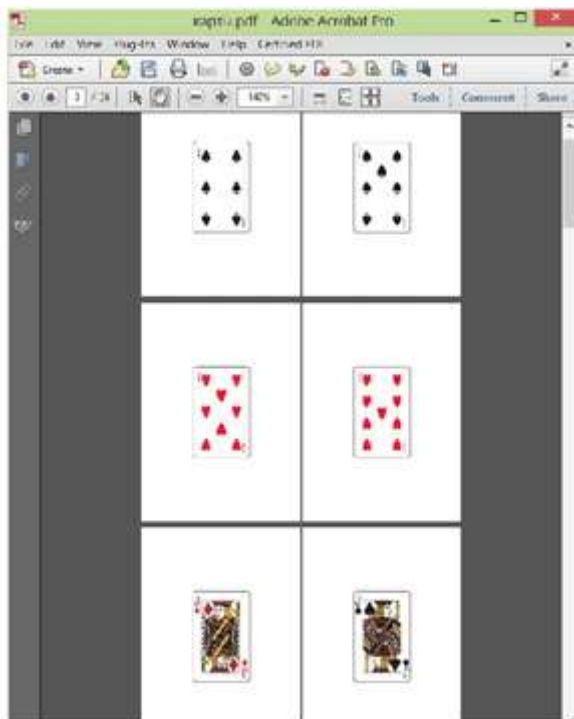

Рис.2
3. Каждая карта должна быть размещена на собственном листе и отцентрирована по странице (Рис. 2), сколько карт в колоде – столько листов в макете. Последовательность карт в колоде будет соответствовать последовательности листов в макете.